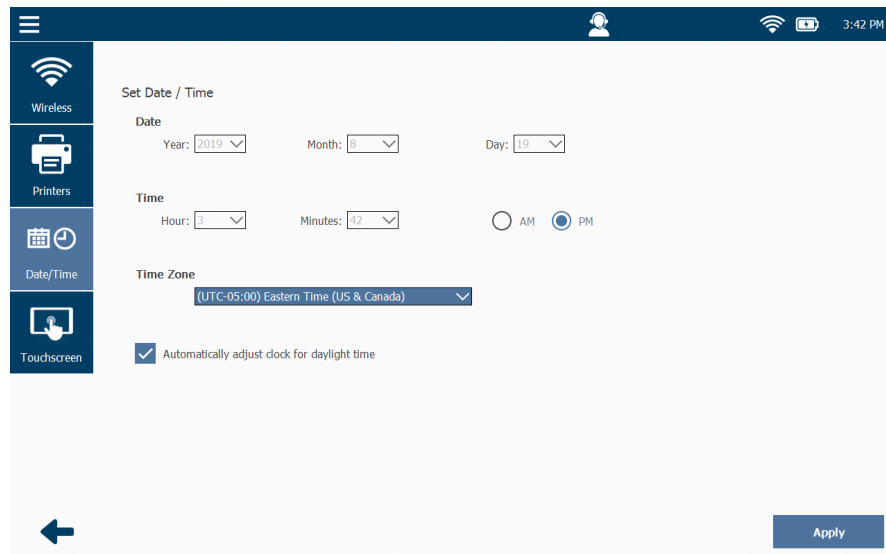

Figure 6.19 Écran Set Date / Time (configurer la date et l'heure)
- 1 Sélectionnez **Touchscreen** (écran tactile) dans le menu Settings (Figure 6.19).